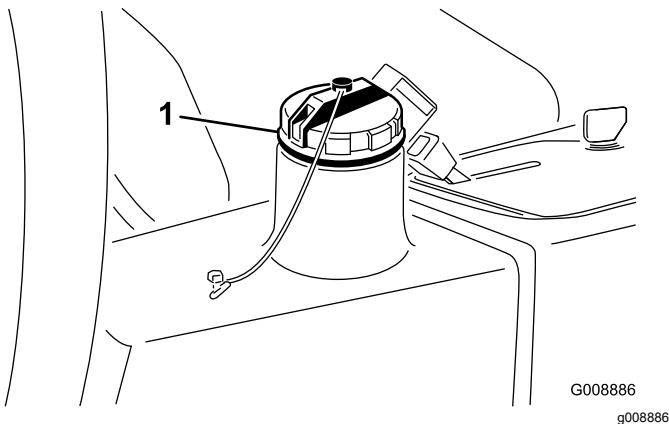

Figura 79
4. Riempite il serbatoio idraulico (Figura 79) con circa 13,2 litri di fluido idraulico; vedere Verifica dell'impianto idraulico \(pagina 51\).